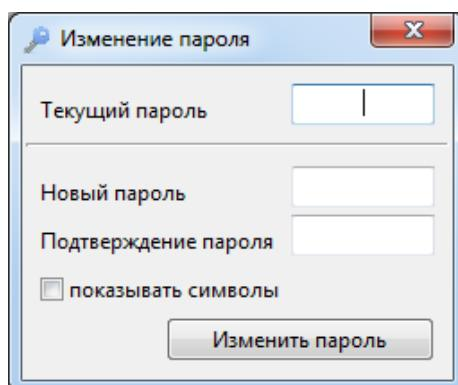

Рисунок 14. Окно «Изменение пароля»
6.3.5. Изменить пароль, необходимый при изменении параметров работы счетчика тепла, можно в окне «Изменение пароля» (рисунок 14), пункт меню «Теплосчетчик | Изменение пароля». При выпуске из производства во всех счетчиках тепла установлен пароль «1111».